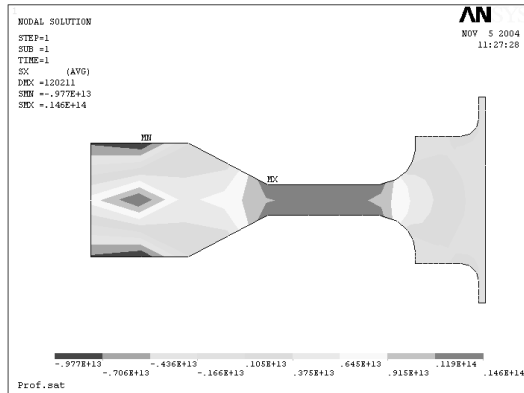

Рисунок 8.2 – Розташування напружень у профілі диску.
11. Проаналізуйте розташування головних компонентів напруженого стану та напружень за Мізесом на перетині диску (рис. 8.2). Визначити еквівалентне напруження у конструктивних концентраторах диску та розмір коефіцієнту концентрації.